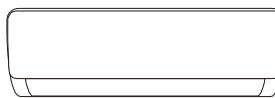
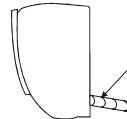

Fig. 1
Fig. 2
1. Consoante a posição da unidade, a tubagem pode ser encaminhada na lateral, da esquerda ou da direita (Fig. 1), ou verticalmente a partir de trás (Fig. 2) (consoante o comprimento do tubo da unidade interior). Em caso de montagem lateral,corte o estoque de corte de salda do lado oposto.